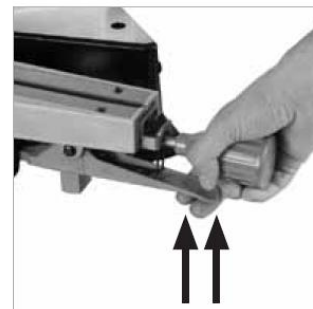

Fig. 31
- Нажмите вверх рычаг быстрого выбора угла (13) (**Fig.31**)